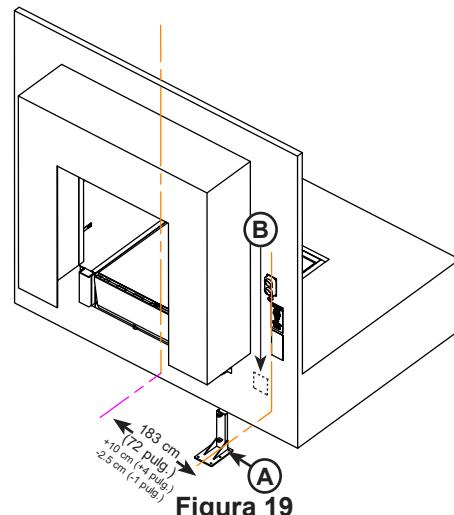

Figura 19
1. Coloque el centro del poste de montaje (A) a la distancia que se muestra en la inspección del sitio, que se mide desde el centro del nivelador de muelle y también desde la parte delantera del edificio. Consulte la **Figura 19**. Esta dimensión normalmente es 183 cm (72 pulg.). Consulte la inspección del sitio para confirmar los detalles, o comuníquese con el Servicio Técnico con preguntas. La separación se puede desviar +10 cm o -2.5 cm (+4 pulg. o -1 pulg.).
3. Marque la posición de la caja de empalmes (B) a la distancia especificada en el plano de disposición específico.